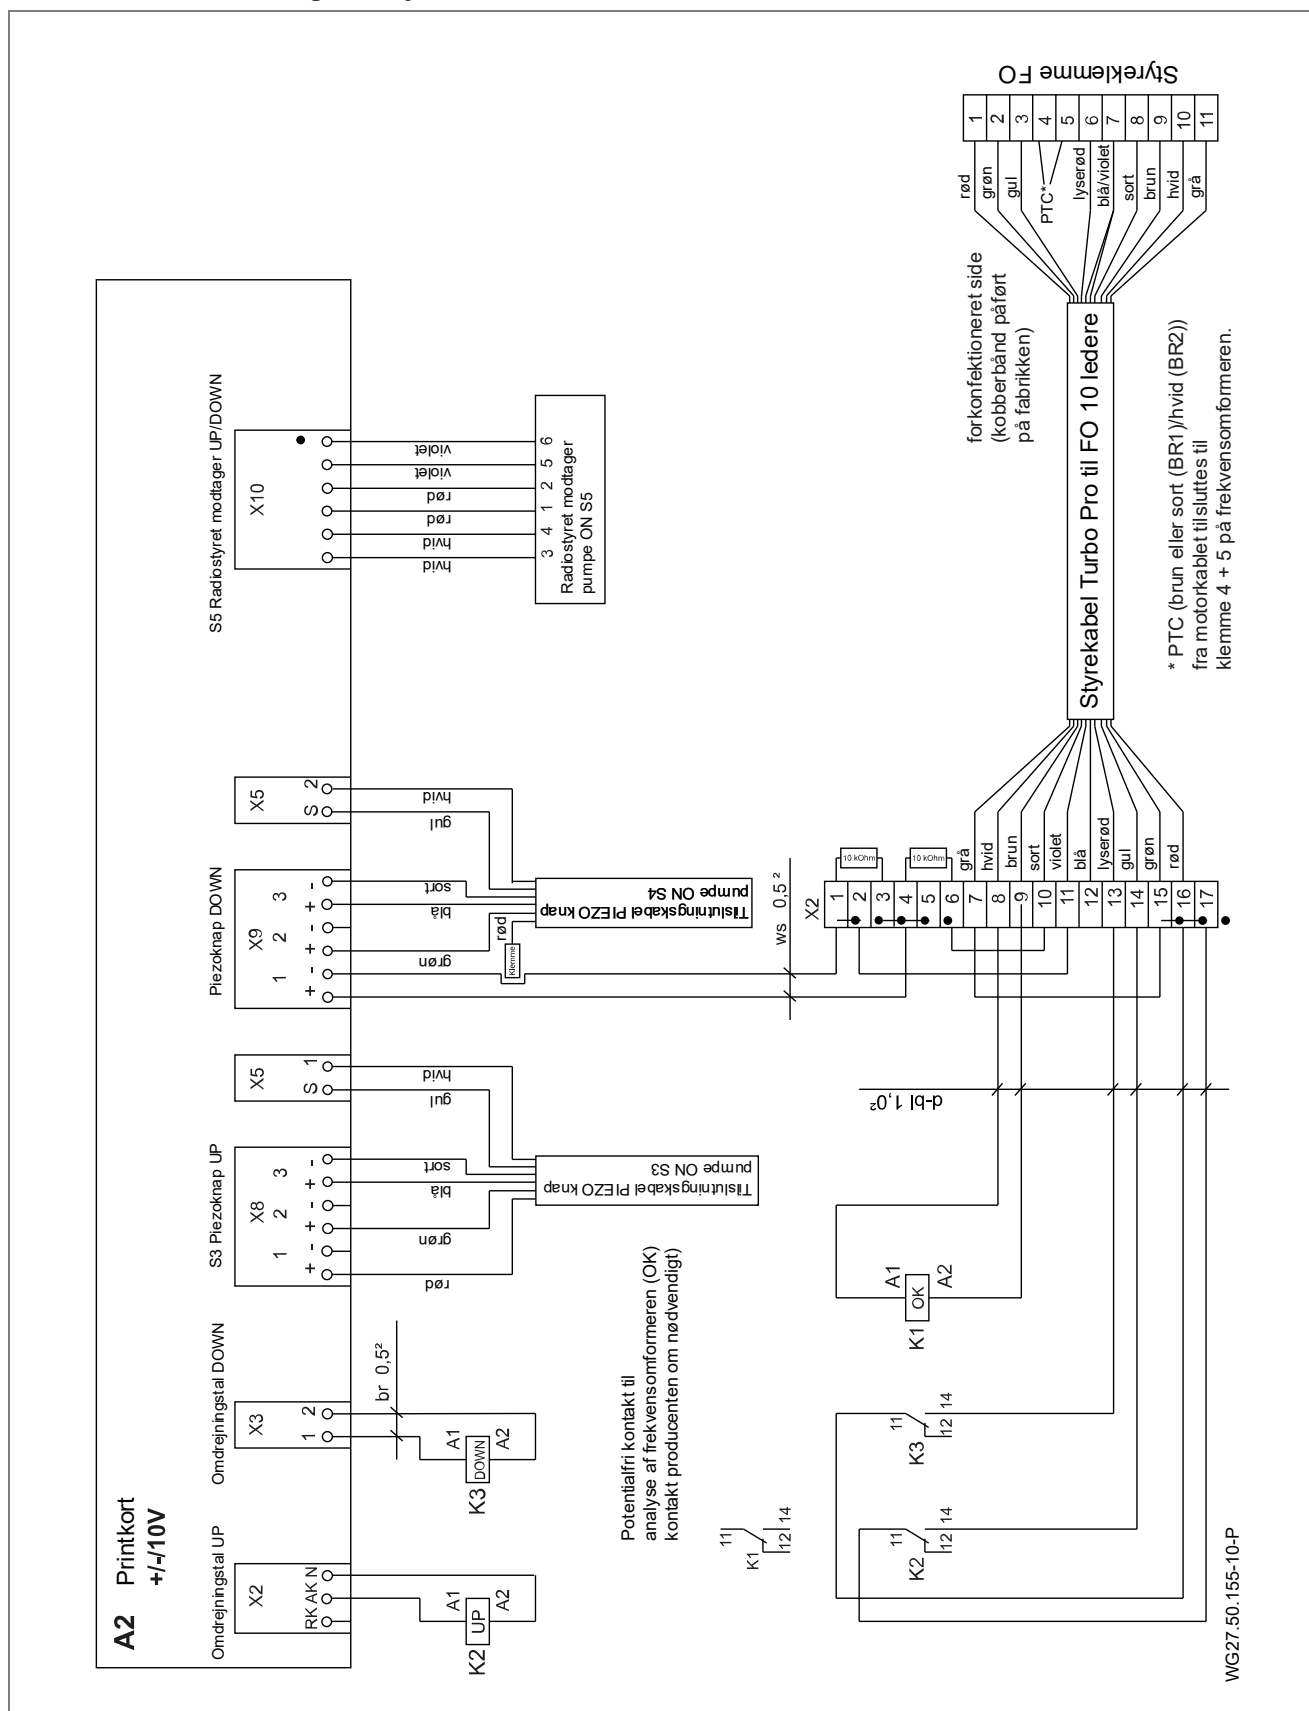

Fig. 20
14. Lederne til PTC (brun eller sort (BR1)/hvid (BR2)) skal trådføres iht. forbindelsesdiagrammet. Se "Fig. 20" på side 26.